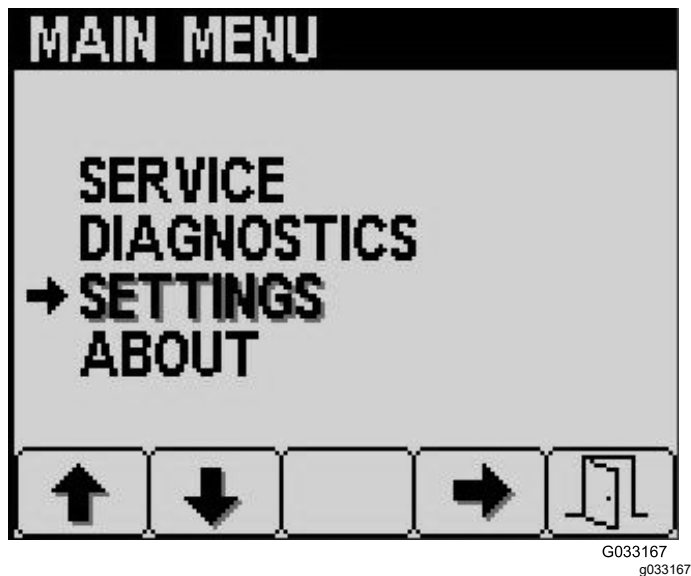

図 11
1. 起動画面で、ボタン5を長押しするとメインメニューが表示される(図 11)。
2. ボタン2を何度か押してメインメニューが出たら、ボタン4で設定Settingsを選択する(図 11)。